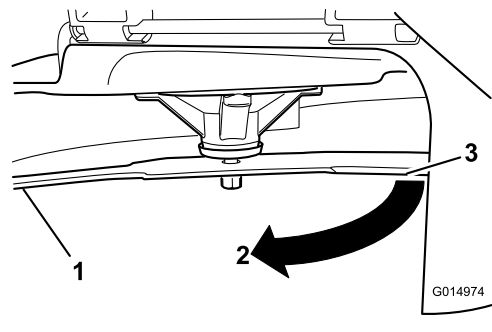

Bild 61
4. Drehen Sie dasselbe Messer um 180 Grad, sodass die andere Schnittkante jetzt in derselben Stellung ist (Bild 61).